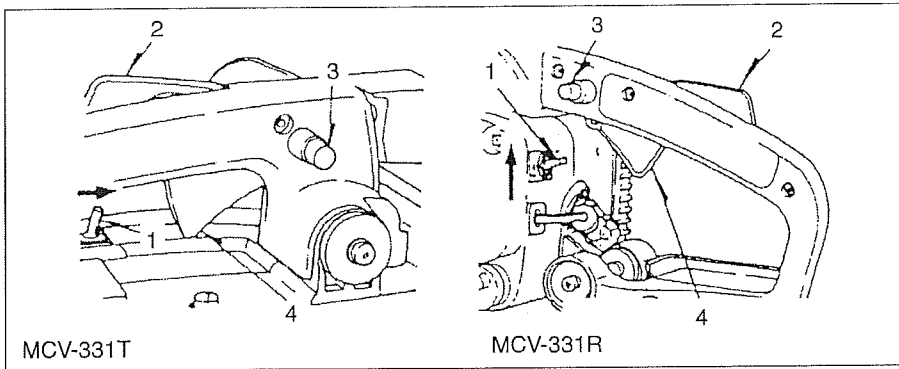

Fig.2-2
(En) Starting (Fig. 2-2, 3)
(Fr) Démarrage (Fig. 2-2, 3)
(It) Avviamento (Fig. 2-2, 3)
**(Ge) Anlassen (Fig. 2-2, 3)**
**(Sp) Arranque (Fig. 2-2, 3)**
**(Sw) Start (Fig. 2-2, 3)**